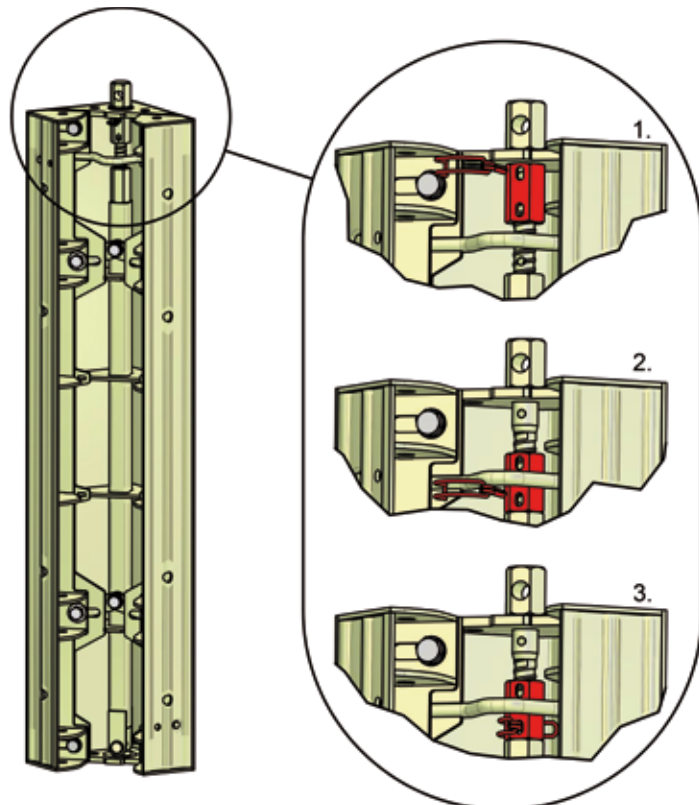

Abb.6
- den Rohrklappstecker wieder in der unteren Bohrung montieren. (siehe Abb.6)